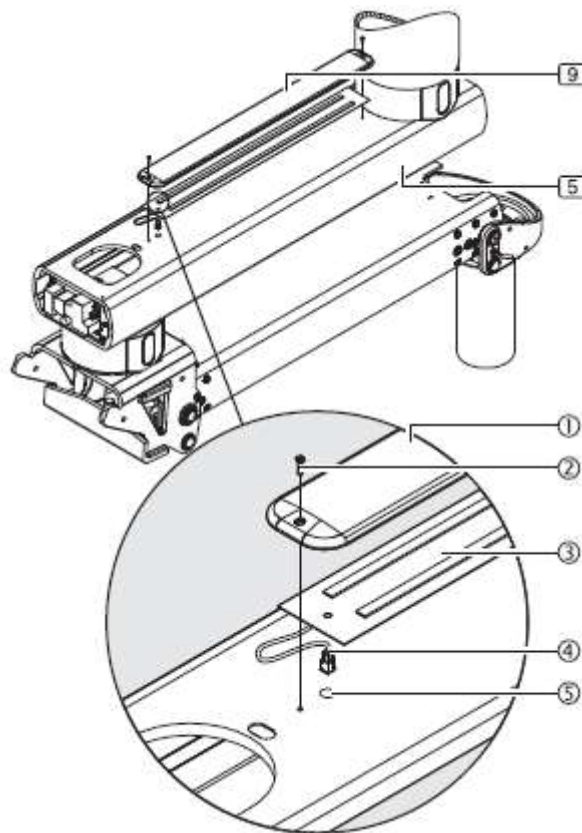

Abb.41 Montage des Indirektbeleuchtungsmoduls, motorisierte und federunterstützte Arme
- Führen Sie die Befestigungsplatte ③ von der Vorderseite ① in den Auslegerarm (4), (5) ein und setzen Sie sie auf.
- Setzen Sie das Fallrohr so unter den Auslegerarm (4) / (5) ein, dass der Endanschlag ④ am Fallrohr zur Außenseite des Auslegerarms zeigt und die Befestigungslöcher fluchten.
- Um den Servicekopf gegen den Uhrzeigersinn drehen zu können, muss das Fallrohr mit dem Endanschlag ④ auf der rechten Seite montiert werden, wie in Abbildung 41 dargestellt. Es wird auf der linken Seite montiert, wenn der Servicekopf im Uhrzeigersinn gedreht werden soll.
- Befestigen Sie das Fallrohr mit 8 Sechskantschrauben M8 x 45 mm – 8.8 ② durch die Befestigungsplatte ③ und schrauben Sie es an den Ausleger (4), (5) fest.
Die indirekte Beleuchtung (9) des Auslegerarms (5) (Längen ab 800 mm und 1000 mm für das Modell XL) ist oben am Arm montiert. Abbildung 41 zeigt eine vereinfachte Darstellung nur mit Auslegerarm und Federarm (5) ohne vorkonfektionierte Kabel.
- Führen Sie das Anschlusskabel ④ der LED-Grundhalterung ③ durch die Montageöffnung ⑤ zum Auslegerarm, ohne es zu knicken.
- Setzen Sie die Abdeckung ① auf die LED-Grundhalterung ③ und schrauben Sie sie mit 2 Senkkopfschrauben M4 x 16 mm ② – DIN EN ISO 10642 fest.
- Überprüfen Sie, ob die Beleuchtung des Auslegerarms (9) richtig positioniert und mit dem Auslegerarm ausgerichtet ist, ob das Verbindungskabel ④ im Auslegerarm liegt und ob die Schrauben fest angezogen sind.